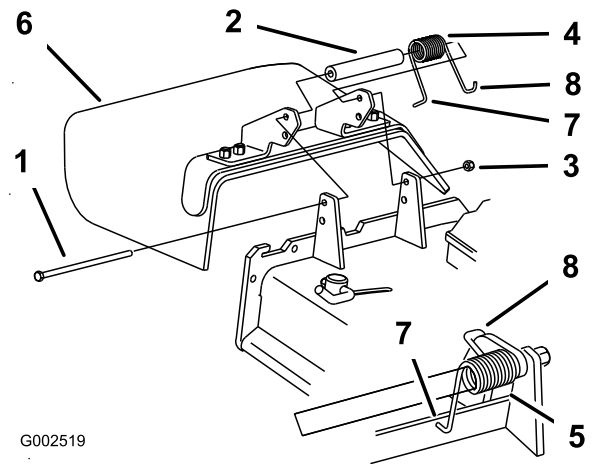

Figure 88
1. Retirez le contre-écrou, le boulon, le ressort et l'entretoise qui fixent le déflecteur aux supports de pivot (Figure 88).
**Remarque:** Prenez soin de placer l'extrémité en **L** du ressort derrière le bord du tablier avant de mettre le boulon en place, comme indiqué à la Figure 88.
5. Accrochez l'extrémité en **J** du ressort au déflecteur d'herbe (Figure 88).